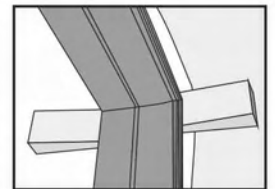

Рис. 15
5.1.2. Зафиксируйте дверную коробку при помощи деревянных клиньев. Обязательно применяйте двойные клинья. Необходимо взять два клина, установить один напротив другого и подбивать молотком. Верхние клинья должны быть на уровне стыка вертикальной и горизонтальной частей коробки (рис. 15).